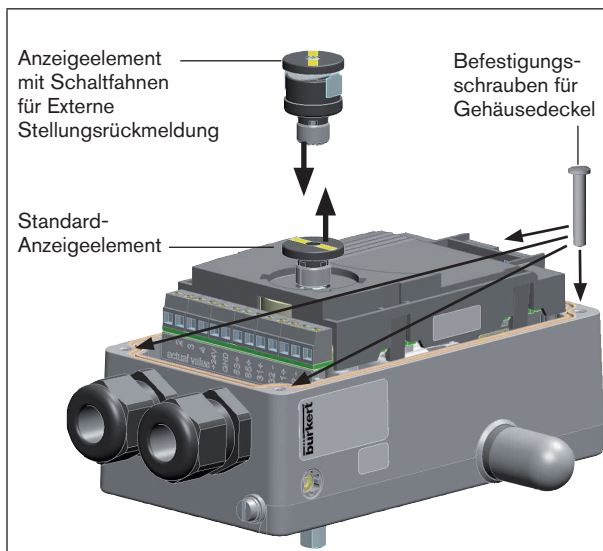

Bild 1: Anzeigeelement austauschen
- Standard-Anzeigeelement von der Spindel abziehen (siehe „Bild 1“).
- Anzeigeelement mit Schaltfahnen für die Externe Stellungsrückmeldung bis zum Anschlag auf die Spindel schieben (siehe „Bild 1“).